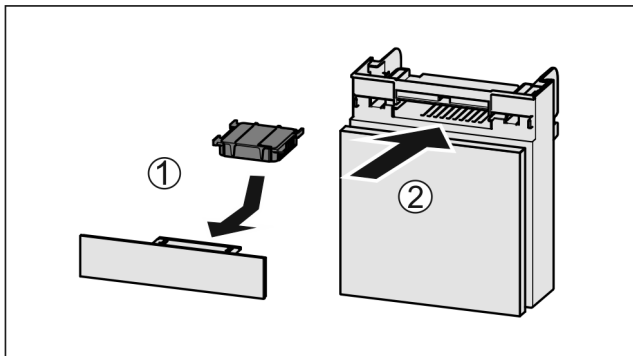

Fig. 99
- ▶ Aktivni ogljeni filter vstavite Fig. 99 (1) skladno s prikazom na sliki.
- ▶ Predal potisnite noter Fig. 99 (2).